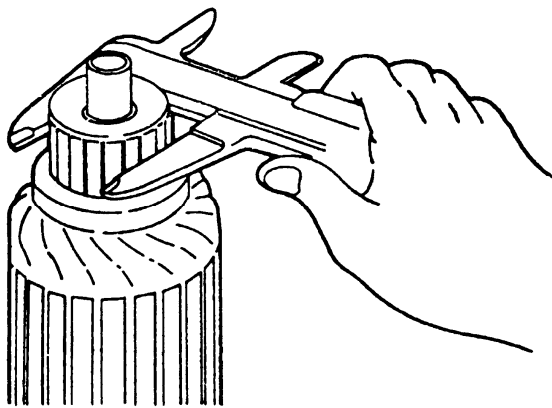

图 9-16
②测量整流子的外径见图 9-16。标准值：32.0mm 极限值：31.4mm